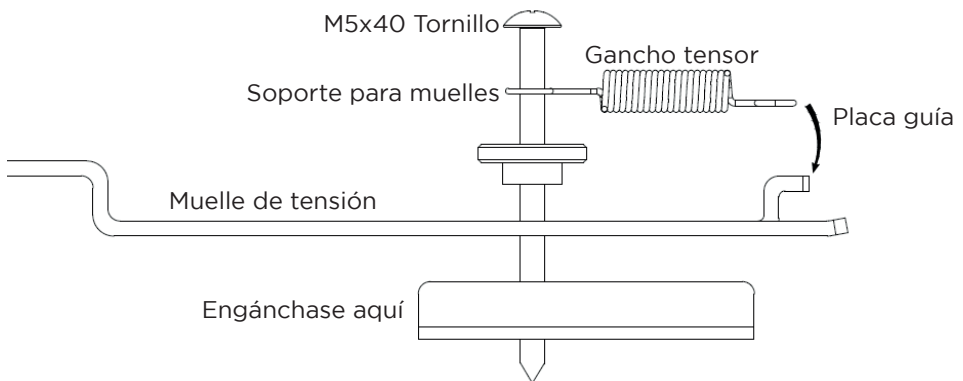

Fig. 1
3. **Soporte de montaje inferior** | Montar el soporte con los componentes según la Fig. 1.